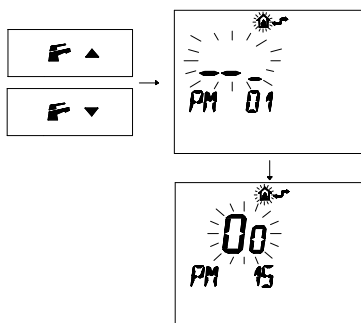

Figura 5.38
- Premere i pulsanti **F** o **F** per visualizzare la programmazione "**PM15**" abilitazione della sonda esterna (Figura 5.38)